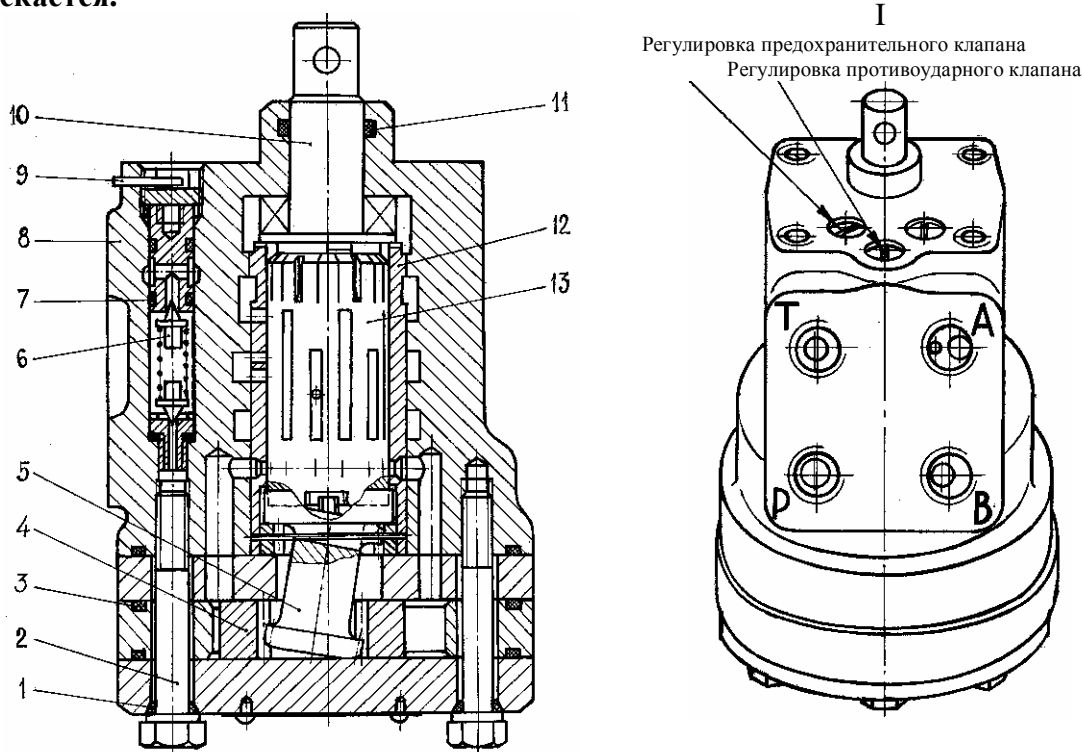

Рис. 56 Гидравлический рулевой механизм
12. ГИДРАВЛИЧЕСКИЙ РУЛЕВОЙ МЕХАНИЗМ (рис. 56)